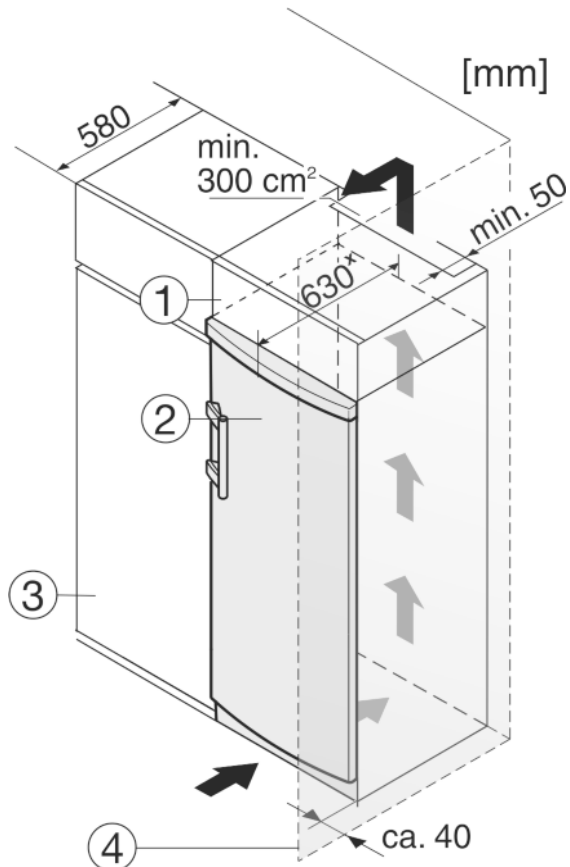

Fig. 10
- (1) Uždedama spintelė
- (2) Prietaisas
- (3) Virtuvės spinta
- (4) Sieną
Prietaisą galima montuoti į virtuvės spintelės. Norint prietaisą Fig. 10 (2) priderinti prie nišos aukščio, virš jo galima įrengti uždedamą spintelę Fig. 10 (1).
Kai prietaisas montuojamas į standartinę virtuvės spintą (maks. gylis 580 mm), tuomet prietaisą galima statyti tiesiog šalia virtuvės spintos Fig. 10 (3). Prietaisas išsikišęs iš už virtuvės spintos priekinės dalies 34 mm * šonuose ir 50 mm * prietaiso viduryje.
Jeigu prietaisas su vyriais statomas greta sienos Fig. 10 (4), mažiausias atstumas tarp prietaiso ir sienos turi būti 40 mm. Šis atstumas atitinka rankenų išsikišimą esant atvertoms durims.